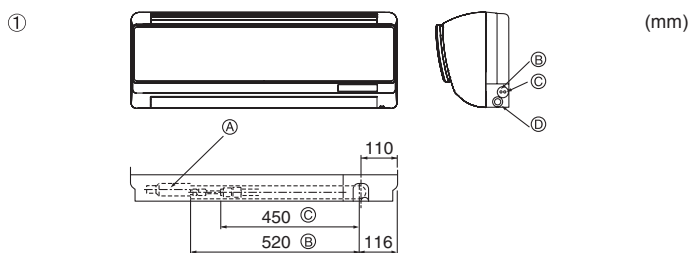

Fig. 4-2
- ① Posizionamento delle tubazioni del refrigerante e di drenaggio (Fig. 4-2)
- (A) (Lunghezza effettiva: 640)
- (B) Tubo del liquido
- (C) Tubo del gas
- (D) Tubo flessibile di drenaggio